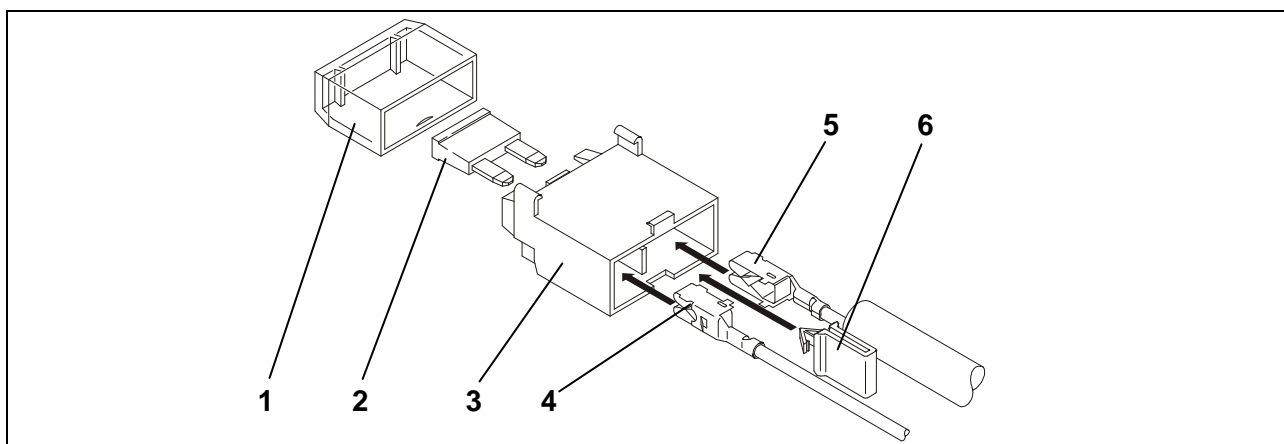

Fig. 2: sammenbygning af sikringsholderen
17. Sæt fladstiksmuffen til den røde ledning (fig. 2/5) fra ledningsstrengen og den medfølgende røde enkeltledning (fig. 2/4) i sikringsholderen.
18. Sæt den gule clips (fig. 2/6) i.
19. Sæt sikringen (fig. 2/2) i og monter afskærmningen (fig. 2/1).